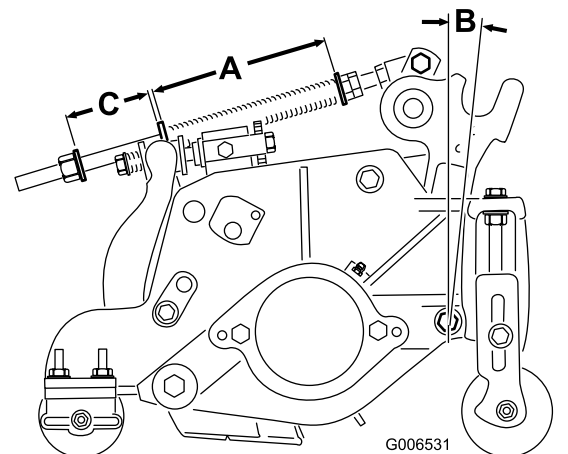

図 20
ターフ補正スプリング(図 20)は、Cuttingユニットの前から後ろへの「体重移動」を行います。これにより、ボビングと呼ばれる「波打ったような」仕上がりを防いでいます。
1. スプリングロッド後部のロックナットを締めて、すきま(C)を51 mmとする(図 20)。
2. スプリングロッド前部の6角ナットを締めて、スプリング(圧縮状態)の長さ(A)が15.9 cmになるようにする(図 20)。
**注** アンジュレーションの大きなターフを刈る時は、ターフ補正スプリングの長さ（A）とすき間（C）を13 mm 大きくします（図 20）。